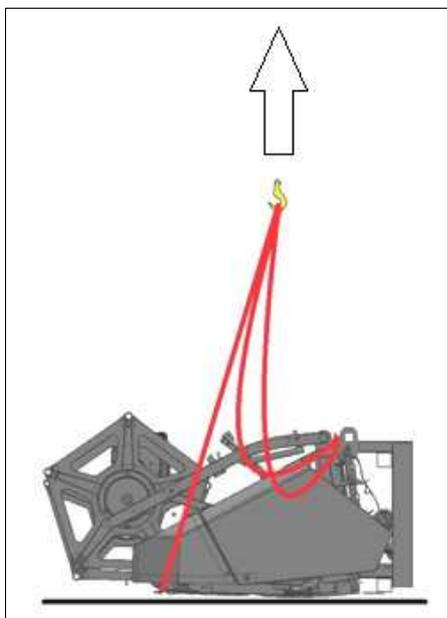
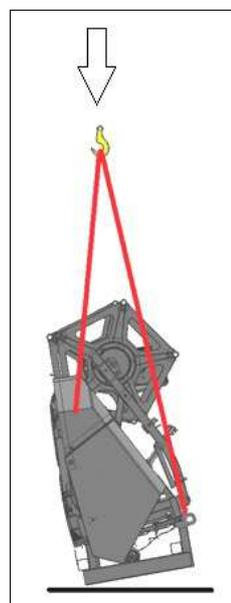
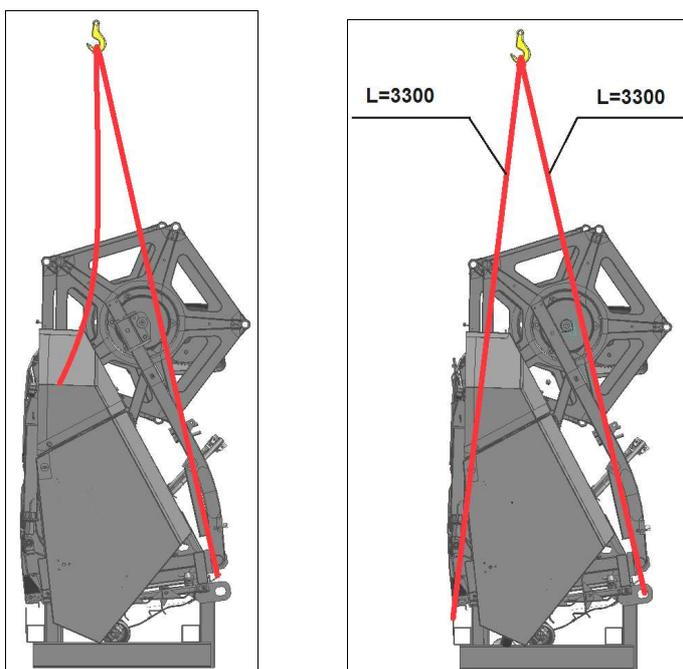

Рисунок 8.15
Рисунок 8.16
Рисунок 8.17
1) Установить четыре стропы (длина строп указана на рисунке 8.14). **ВАЖНО:** Передние стропы определены более короткими, что в процессе поднятия жатки, позволяет поднимать сначала переднюю часть жатки, затем заднюю часть, постепенно изменяя угол к горизонту. Таким образом жатка совершает поворот относительно задней нижней трубы подставки на $\approx 80^\circ$ (рисунок 8.15). При медленном опускании жатки вниз, это позволяет установить жатку в вертикальное положение (рисунок 8.16).
- 2) Застропить жатку, медленно поднимая её вверх, следя за тем, чтобы стропы не касались деталей жатки во избежание перетирания и обрыва (см. рисунок 8.15);
- 3) Установить жатку на ровную поверхность (см. рисунок 8.16).
1) Отсоединить стропы разных длин (см.рисунок 8.16), затем установить стропы одинаковых длин 3300 мм в петли рамки (см. рисунок 8.17). **ЗАПРЕЩАЕТСЯ** СТРОПИТЬ ЗА ЭЛЕМЕНТЫ ЖАТКИ!;